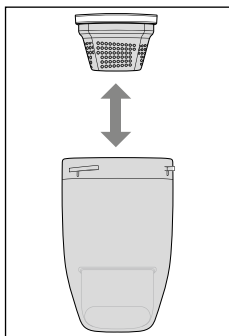

Fig. 8
3. Prendere il filtro della polvere **5** con il pollice e l'indice ed estrarlo insieme all'alloggiamento filtro **4** dal contenitore di raccolta dello sporco **3** (vedere fig. 8).
5. Reinsere il filtro della polvere **5** con l'alloggiamento filtro **4** nel contenitore di raccolta dello sporco **3** (vedere fig. 8).